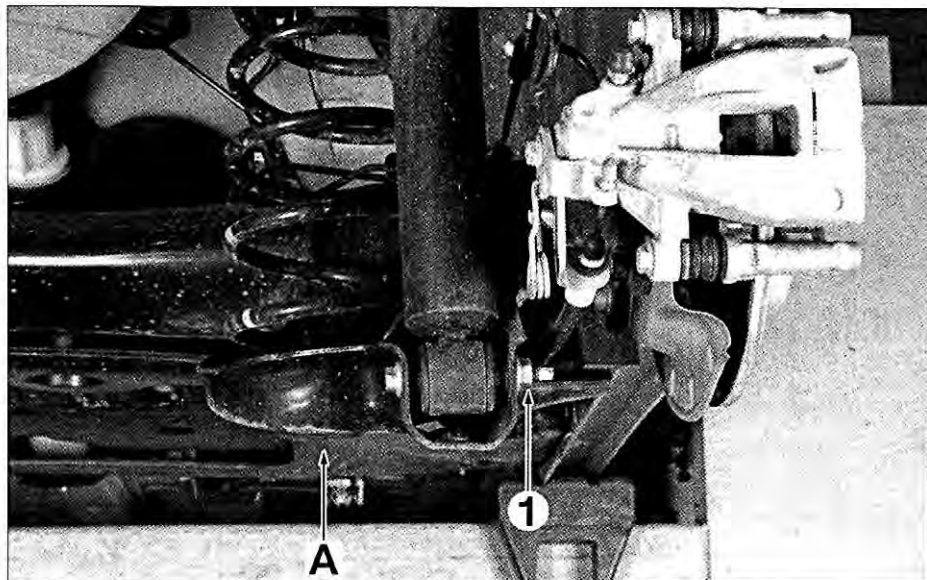

FIG. 27
- Poner un útil de levantamiento en "A" (fig. 27).
- poner un útil de levantamiento en "A" (fig. 27)
- desmontar el tornillo (1)